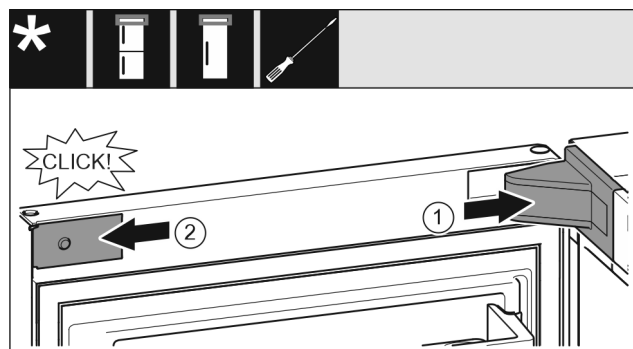

Fig. 27
- Mettre en place le cache du support de palier Fig. 27 (1) et l'enclencher. Au besoin, l'écartier avec précaution.
- Placer le cache Fig. 27 (2) sur le côté et l'enclencher.